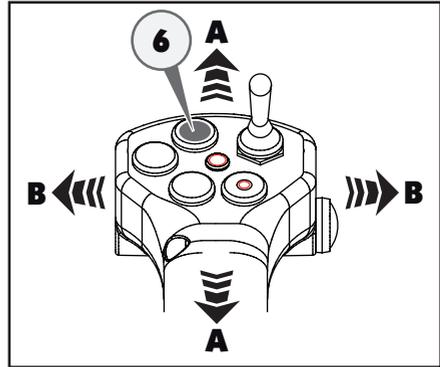

Abb. 5.115
Wenn der Joystick in die in der Abbildung (Abb. 5.115) gezeigten Richtungen bewegt und gleichzeitig die Sicherheitstaste (Totmannschaltung) gedrückt wird, dann werden durch Drücken der gelben Taste (6) die Hydraulikanschlüsse gemäß der Darstellung in der Abbildung gespeist (siehe Abb. 5.116-5.117).